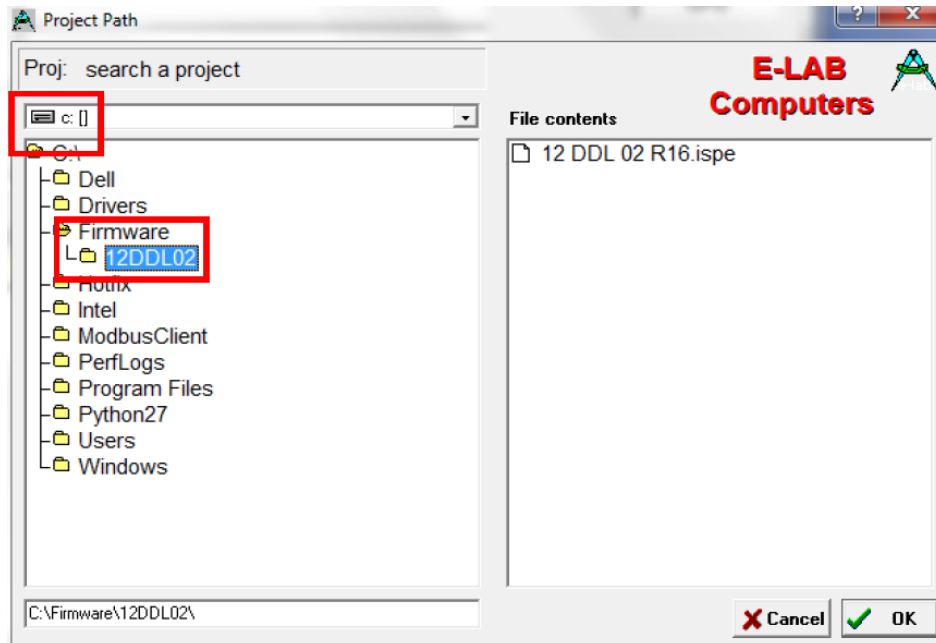

Рисунок 4
2.4 Выберите путь к папке с файлами прошивки, например, C:\Firmware\12DDL02\ (рисунок 4).